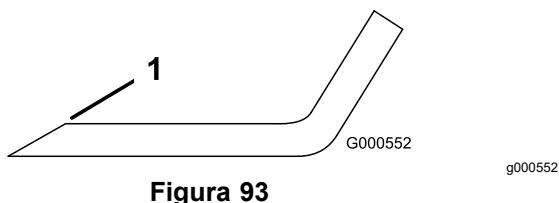

Figura 93
1. Utilice una lima para afilar el filo de corte en ambos extremos de la cuchilla (Figura 93).
Nota: Si la cuchilla no está equilibrada, rebaje algo el metal en la parte de la vela solamente con una lima (Figura 93).